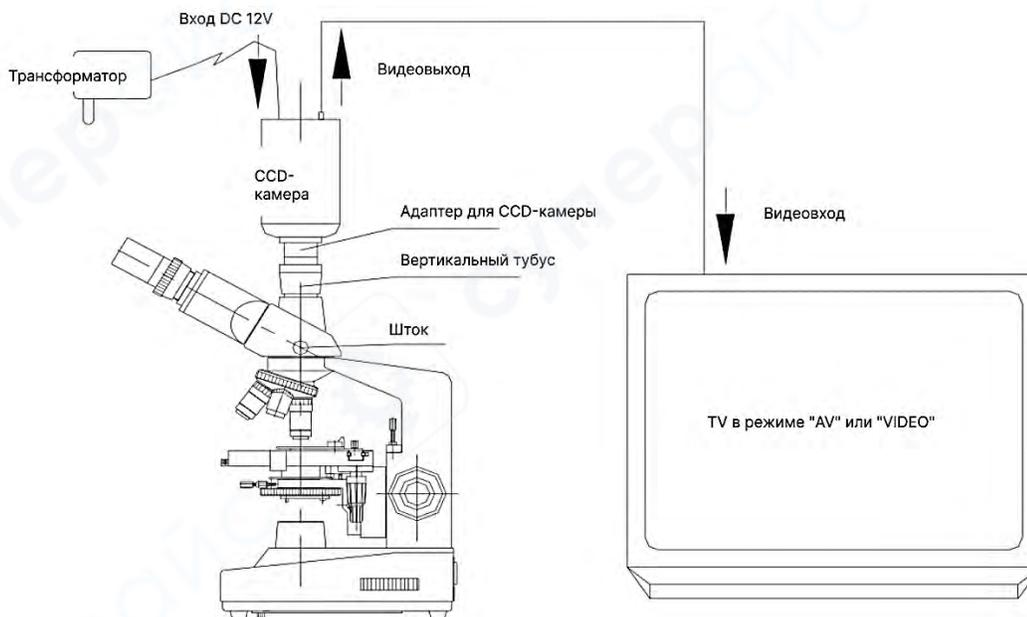

Рис. 3. Микроскоп с CCD-камерой
1. Следуя рис. 3, подключите CCD-камеру к микроскопу следующим образом:
Следуя рис. 3, подключите фотокамеру к микроскопу следующим образом: